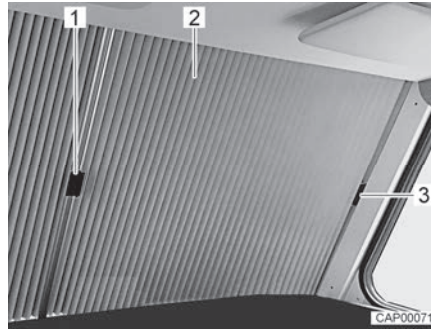

Bild 11 Plisségardin för vindrutan (stängd)
- Skjut båda halvorna av plisségardinen (Bild 11,2) respektive på handtaget (Bild 11,1) utåt under locket på A-stolpen.
- Fäst alltid handtaget i locket (Bild 11,3). Mörkläggningsgardinen för vindrutan är på så sätt säkrad mot oavsiktlig öppning under färden.